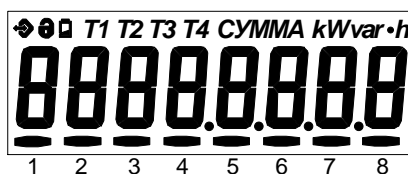

Рисунок 4 – Отображаемые символы и знаки на ЖКИ
Вид ЖКИ и набор отображаемых символов и знаков приведен на Рисунок 4.
4.3.3 Включить сетевое напряжение и убедиться, что счетчик включился (запустился тест ЖКИ: – в течение 2 секунд на ЖКИ включены все сегменты, как показано на рисунке (см. Рисунок 4), и затем отображает текущую информацию).